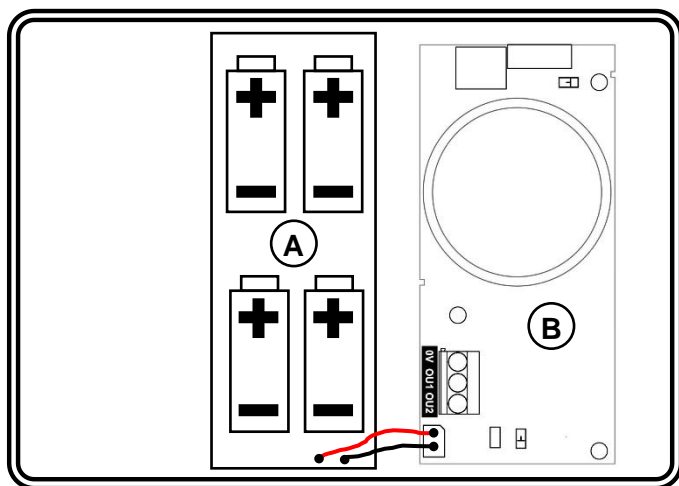
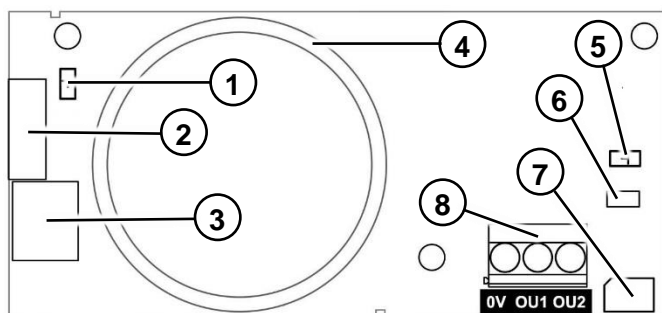

Figura 1 – Identificazione delle parti
Figura 2 – Scheda elettronica
Inserire 4 batterie nel portabatterie A (Figura 1) e collegare il cavetto al connettore BAT (Figura 2 rif. 7).
- Premere il tasto **TAMPER** della sirena (Figura 2 rif. 2)
L'uscita viene attivata contemporaneamente alla suonata di allarme (Figura 2 rif. 8). L'uscita può essere impostata in due modalità elettriche di funzionamento tramite il ponticello JP1 (Figura 2 rif. 6). Vedi dettagli nella tabella seguente.